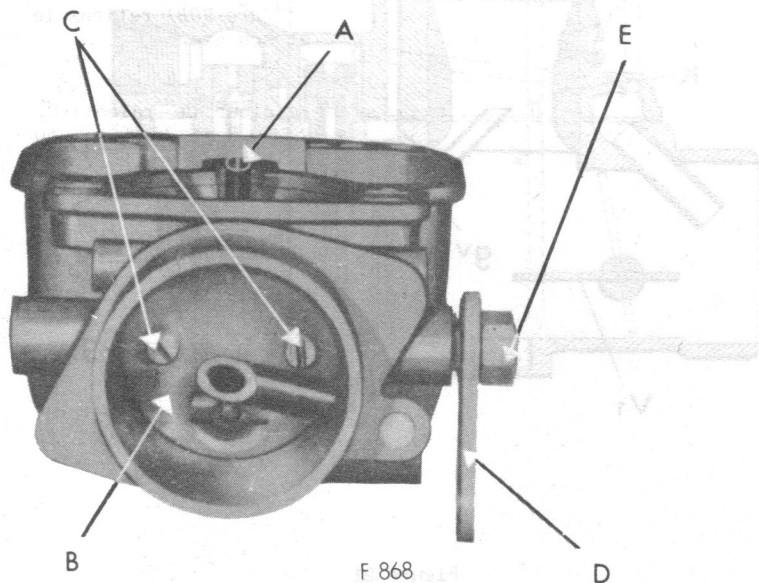

Figure 20D - Cuve du carburateur Zenith.
- VI) De la cuve (voir figure 20D) enlevez le jet de décharge A. Retirez le volet obturateur d'air B et son levier de commande D. Pour cela, enlevez les deux vis de fixation C du volet obturateur d'air et l'écrou de blocage E du levier de commande D.